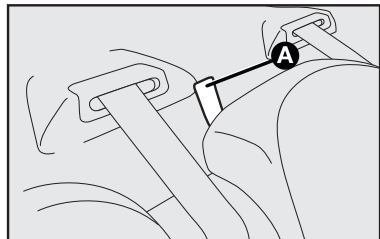

fig. 90
4) Desenganche el respaldo, tirando de la lengüeta **A**-fig. 90.